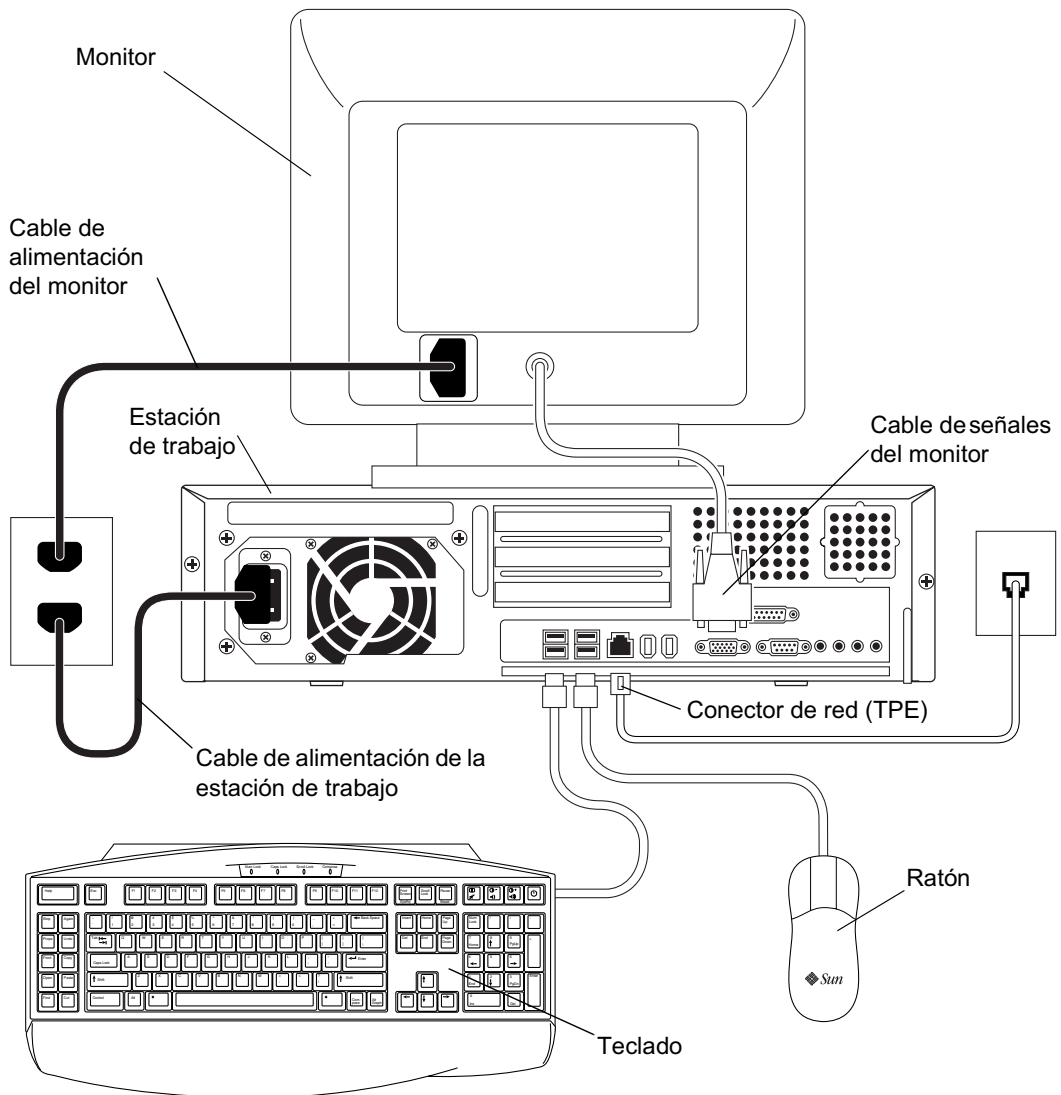

FIGURA 4-2 Desconexión de los dispositivos externos de la estación de trabajo
1. Desenchufe el cable de alimentación de la estación de trabajo y retírelo (FIGURA 4-2).
- Cables de alimentación y de datos del monitor (FIGURA 4-2)